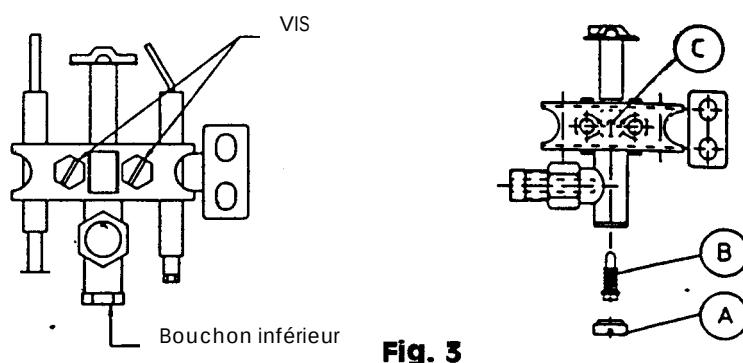

Fig. 3
Démontez le brûleur d'allumage en desserrant les deux vis (Fig. 3)
- a) Desserrez la vis (A) (Fig. 3) située dans la partie inférieure du brûleur d'allumage.
- b) Sous la vis (A) se trouve la vis de réglage (B). Faites-la tourner dans un sens ou dans l'autre jusqu'à ce que la flamme obtenue soit stable (pour les gaz de type G.L.P. serrez cette vis à fond) (Fig. 3)
- c) Réglez le régulateur d'entrée d'air (C) jusqu'à la flamme soit stabilisée (Fig.3)